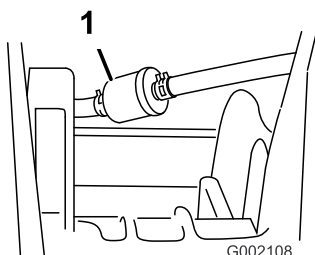

Figure 40
5. Enlevez les fixations du filtre à carburant sur les conduites d'alimentation (Figure 40).